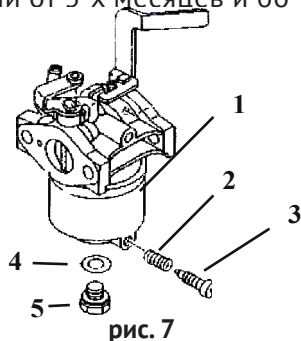

рис. 7
6.6.3 Слейте топливо из поплавковой камеры карбюратора, вывинтив пробку (рис.7 поз.3). После слива установите пробку на место.